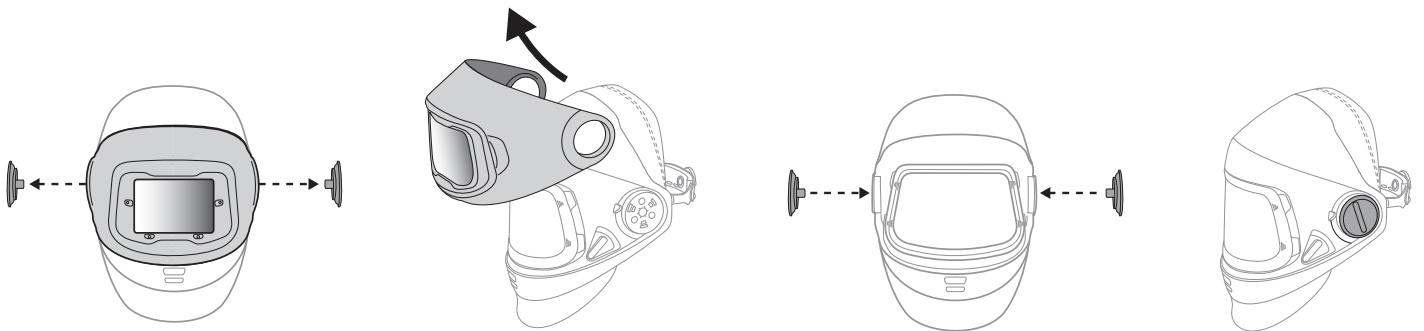

Fig. 9
- b. Retirer l'écran de masque utilisé pour le soudage externe et remettre les boutons de pivot (Fig. 9).